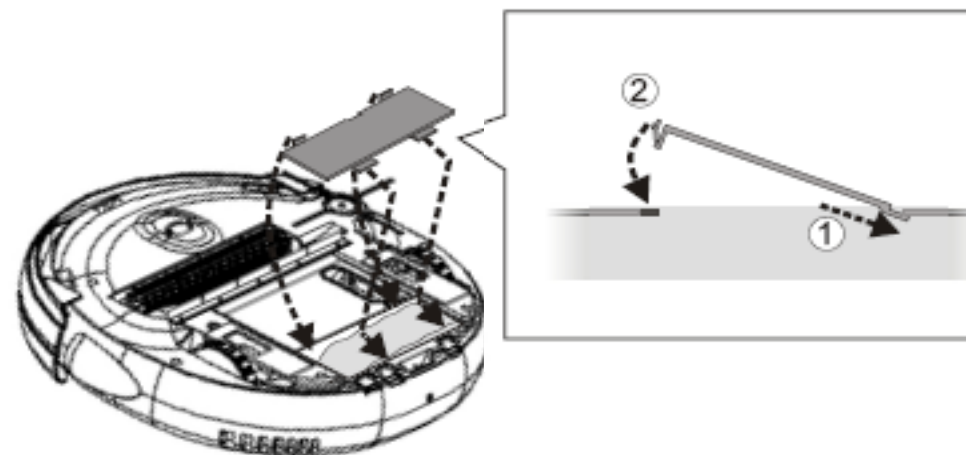

figura 3
e filtro -figura 3
4. Rimettere a posto il coperchio della batteria, prima inserendo le linguette nelle scanalature della parte posteriore dell'unità ed in seguito premendo sulla facciata frontale della copertura della batteria fino a che le linguette di plastica non scattino nell'alloggiamento, nella figura 3.